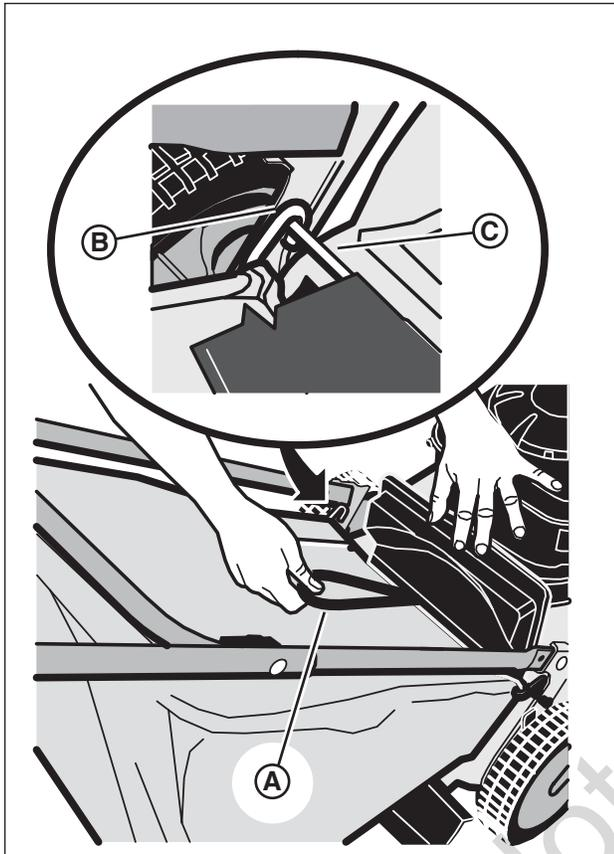

Figure 13: Installation du sac à herbe
3. En tenant la poignée du sac à herbe (A, Figure 13), installer le sac à herbe sur la tondeuse en vous assurant que les crochets (B) du sac à herbe soient attachés au pivot de la trappe arrière (C).